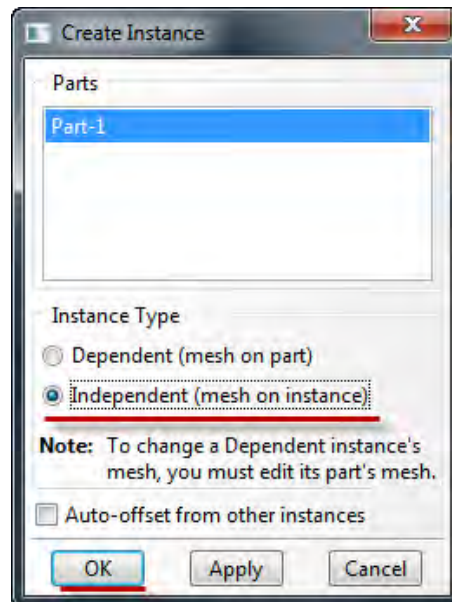

Рисунок 11.6 - Окно **Create Instance**
**Create**). Появится окно со списком созданных деталей **Parts**. В нашем случае деталь всего одна, выберем ее – она будет выделена красным цветом. В разделе **Instance Type** укажите **Independent** и подтвердите выбор, нажав **ОК**. (Рисунок 11.6).